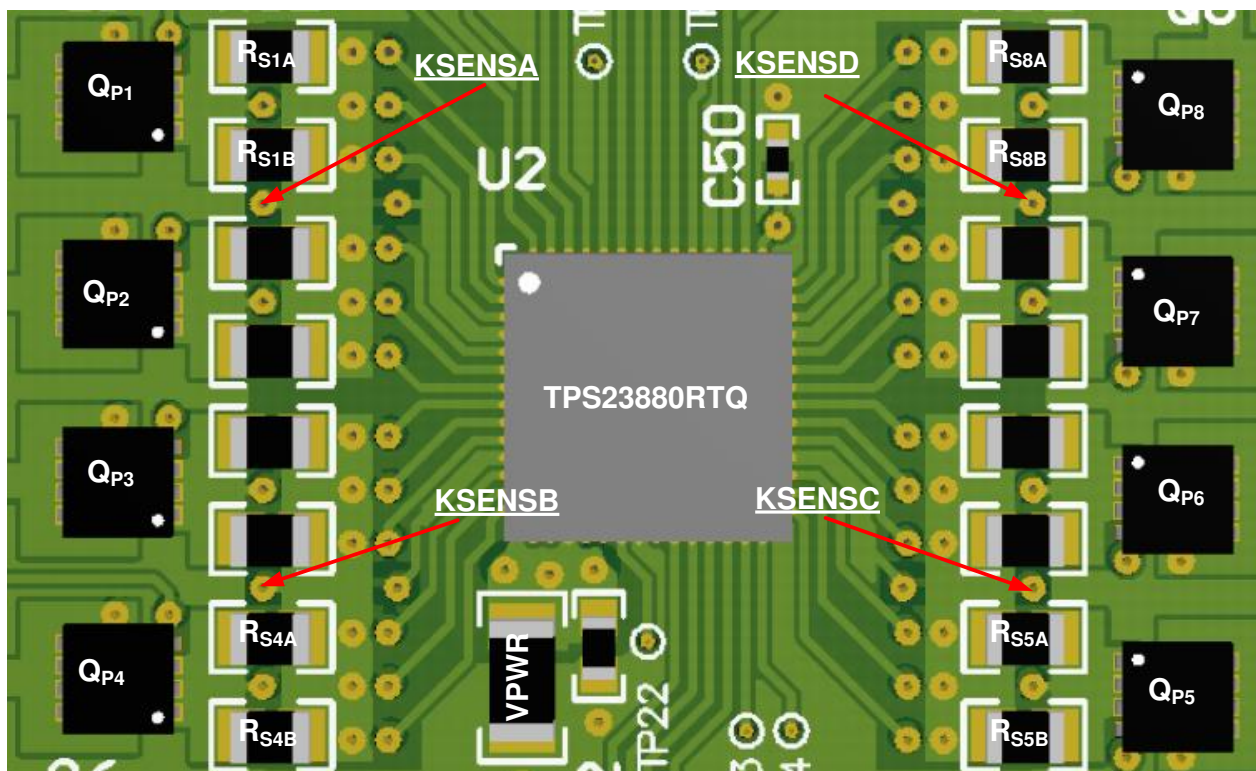

图 146. 八端口布局示例 (顶部)
- C_{VPWR} : 靠近引脚 17 (VPWR) 放置, 并根据图 146 与低电感走线和通孔相连接。
- C_{VDD} : 靠近引脚 43 (VDD) 放置, 并根据图 146 与低电感走线和通孔相连接
- Q_{Pn} : 将 Q_{Pn} 放置在 TPS23880 周围 (如图 146 所示)。从 Q_{Pn} 漏极到 F_{Pn} 之间提供足够的覆铜。
- F_{Pn} 、 C_{Pn} 、 D_{PnA} 、 D_{PnB} : 将此电路组放置在 RJ45 端口连接器附近 (如果使用子板类型的接口, 则为端口电源接口附近, 如图 146 所示)。使用低电感引线将此电路组连接到 Q_{Pn} 漏极或 GND (TPS23880 - AGND)。
(2) 仅当 R_{AUTO} 也连接到 AUTO 引脚时需要